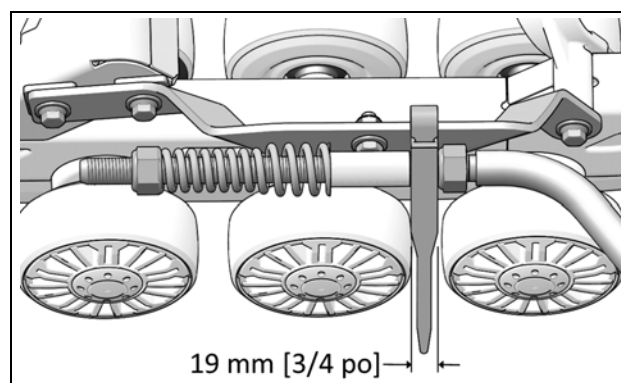

Figure 15
- IMPORTANT:** Contrevérifier la distance minimum de 19 mm entre l'écrou et le guide du bras stabilisateur. Réajuster au besoin. Figure 15.